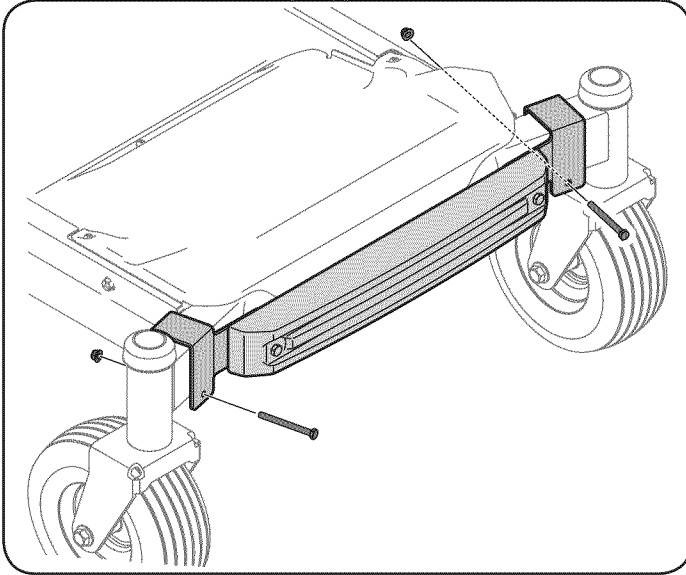

Figura 27
2. Acople el conjunto de barra de contrapeso al eje delantero con un tornillo de 3-1/4" (710-3056) y tuerca con brida (712-04063) del paquete de elementos de ferretería 689-00325 del lado izquierdo. Repita lo mismo lado derecho. En este momento no apriete completamente. Vea la Figura 27.